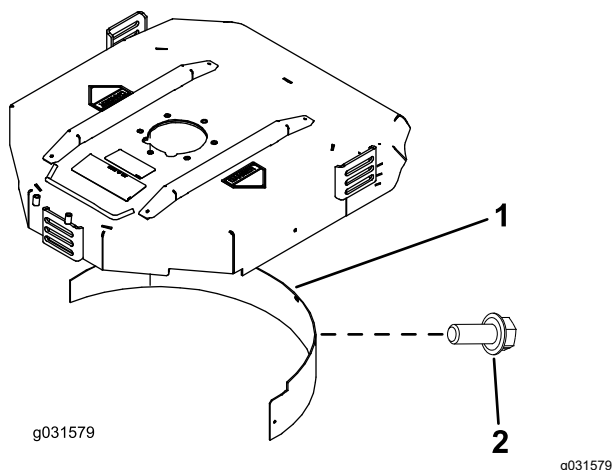

Figure 9
2. Montez le déflecteur de déchiqetage dans l'ouverture arrière et fixez-le avec 5 boulons à embase (Figure 9).